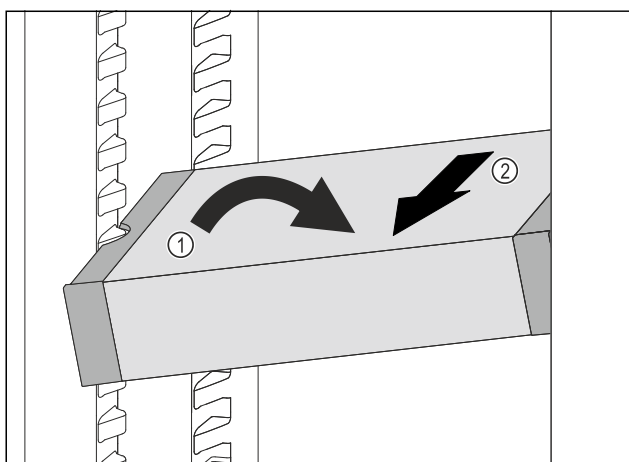

Fig. 210
- ▶ Встановити VarioSafe під кутом в охолоджувальному відділенні. Fig. 210 (1)
- ▶ Витягнути VarioSafe вперед. Fig. 210 (2)